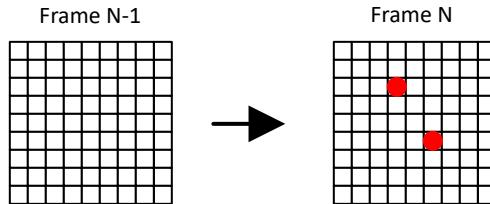

图 7-7. 按需数据刷新 - 模式 1
**模式 1**：8 位 PWM 数据，不使用 VSYNC 命令。在接收到数据后立即将其发送出去以进行显示。在使用模式 1 时，用户可以只刷新相应点的数据，而不是更新整个 SRAM。这称为“按需数据刷新”，可有效地节省总数据量。如图 7-7 所示，发送相应数据后红色 LED 点可以刷新，其他点与前一个帧保持一致。